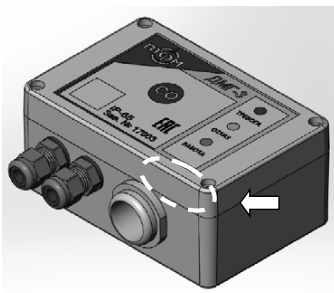

Рисунок 3 Место для ключа - магнита сброса состояния сигнализации и реле «ПОРОГ 2»
ВНИМАНИЕ! После срабатывания аварийной сигнализации - снижения концентрации кислорода ниже установленного значения аварийного порога (18 об δ %) и удаления газа световая сигнализация и состояние реле «ПОРОГ 2» не возвращаются в исходное состояние. Для сброса сигнализации и состояния реле требуется использовать ключ - магнит (рис. 3).
Для установки адресов детектора используются семь позиций DIP – переключателя, установленного на плате силовой детектора (Рисунок 3).
2.3.3 У детекторов, расположенных на физическом окончании линии связи (конечных детекторов), подключить **нагрузочный резистор** при помощи DIP – переключателя для корректной работы детекторов по интерфейсу RS-485 (Рисунок 3).